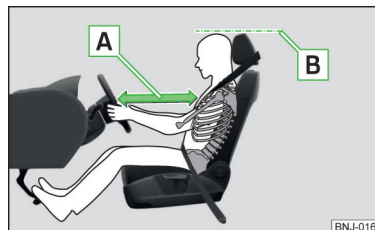

Abb. 1
- ✓ Das Lenkrad so einstellen, dass der Abstand **A** zwischen Lenkrad und Brustbein mindestens 25 cm beträgt » **Abb. 1, Lenkrad einstellen** » **Seite 10, Lenkradposition einstellen**.
- ✓ Die Kopfstütze so einstellen, dass die Oberkante der Kopfstütze sich möglichst auf einer Höhe mit dem oberen Teil Ihres Kopfes befindet1) **B** » **Abb. 1**.
- ✓ Die Kopfstütze so einstellen, dass die Oberkante der Kopfstütze sich möglichst auf einer Höhe mit dem oberen Teil Ihres Kopfes befindet1) **B** » Abb. 1 auf Seite 9.
- ✓ Die Kopfstütze so einstellen, dass die Oberkante der Kopfstütze sich möglichst auf einer Höhe mit dem oberen Teil des Kopfes befindet **B** » Abb. 1 auf Seite 9.